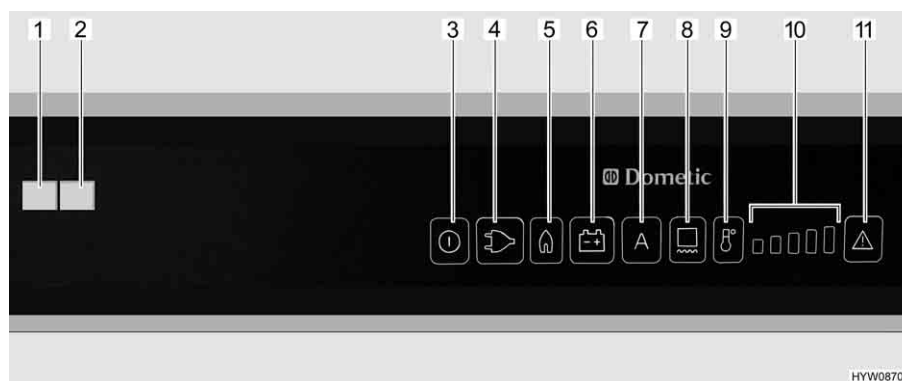

Fig. 177 Boutons de commande pour le réfrigérateur (Dometic RMD)
Quand le mode de fonctionnement est réglé sur "AES", qu'**aucune** alimentation 230 V n'est raccordée et que le moteur du véhicule est à l'**arrêt**, l'AES choisira l'alimentation en gaz. Dès que le fonctionnement au gaz est activé, la veilleuse de sécurité s'ouvre automatiquement, de sorte que le gaz peut arriver au brûleur. En même temps, l'allumage électronique est connecté. Si la flamme s'éteint, p. ex. en raison d'un courant d'air, l'allumage s'active automatiquement et rallume le gaz. En cas de dérangement du régime au gaz, les touches lumineuses "Gaz" (Fig. 177,5) et "Dérangement" (Fig. 177,11) clignotent. Le voyant de contrôle "Dérangement" (Fig. 177,1) s'allume et une alarme acoustique retentit pendant 20 secondes.
Lorsque le réfrigérateur est mis en marche, il choisit automatiquement la température moyenne du thermostat. Ce réglage peut cependant être corrigé manuellement à l'aide de la touche de sélection du degré de température (Fig. 177,9). Les voyants de contrôle (Fig. 177,10) indiquent le réglage du thermostat sélectionné. La température de réfrigération des trois types d'énergie se règle avec la touche de sélection du degré de température. Il faudra attendre quelques heures jusqu'à ce que le réfrigérateur ait atteint sa température normale de réfrigération. Il garde toutefois son réglage de température lorsqu'on change d'un mode à un autre. La température de réfrigération est maintenue indépendamment du type d'énergie choisi.
- Régler le chauffage du cadre pour une durée de 2 heures : Appuyer une fois sur la touche (Fig. 177,8). Une barre d'affichage des degrés de température (Fig. 177,10) s'allume.
- Régler le chauffage du cadre pour une durée de 5 heures : Appuyer deux fois sur la touche (Fig. 177,8). Deux barres d'affichage des degrés de température (Fig. 177,10) s'allument.
- Régler le chauffage du cadre sur fonctionnement permanent : Appuyer trois fois sur la touche (Fig. 177,8). Trois barres d'affichage des degrés de température (Fig. 177,10) s'allument.
L'affichage des degrés de température (Fig. 177,10) indique pendant quelques secondes la durée de fonctionnement du chauffage du cadre.
En cas de températures extérieures élevées et d'humidité importante de l'air, il est possible que des gouttes d'eau se forment au niveau du cadre métallique du compartiment congélation. C'est pourquoi le réfrigérateur est équipé d'un chauffage du cadre pour le compartiment congélation. En cas de températures extérieures élevées et d'humidité importante de l'air, allumer le chauffage du cadre grâce à la touche (Fig. 177,8). Ceci permet d'éviter la corrosion. Lorsque le chauffage du cadre est activé, la touche lumineuse (Fig. 177,8) est allumée.
- Appuyer sur la touche Marche/Arrêt (Fig. 177,3) pendant env. 2 secondes. Le réfrigérateur s'enclenche, le dernier type d'énergie choisi ou "AES" est indiqué.
- Régler la température de réfrigération souhaitée à l'aide de la touche de sélection du degré de température (Fig. 177,9). Les voyants de contrôle (Fig. 177,10) indiquent le réglage du thermostat sélectionné.
- Appuyer sur la touche Marche/Arrêt (Fig. 177,3) pendant env. 2 secondes. Le réfrigérateur s'éteint, plus aucun indicateur n'est allumé.